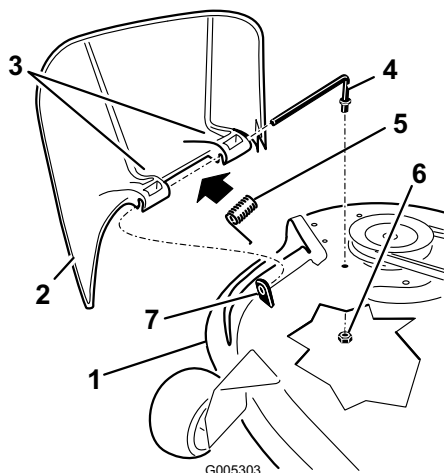

Figure 45
- Repérez les éléments illustrés dans la Figure 45.
- Retirez l'écrou (3/8 pouce) de la tige, sous le plateau de coupe (Figure 45).
- Sortez la tige de la courte cheville de positionnement, du ressort et du déflecteur d'herbe (Figure 45). Enlevez le déflecteur s'il est endommagé ou usé.
- Remettez en place le déflecteur d'herbe (Figure 45).
- Placez le ressort sur la tige, les fils d'extrémité dirigés vers le bas, entre les supports du déflecteur d'herbe. Insérez la tige dans le deuxième support du déflecteur d'herbe (Figure 45).
- Insérez la tige à l'avant du déflecteur dans la courte cheville de positionnement sur le plateau. Fixez l'extrémité arrière de la tige dans le plateau de coupe à l'aide d'un écrou (3/8 pouce) (Figure 45).